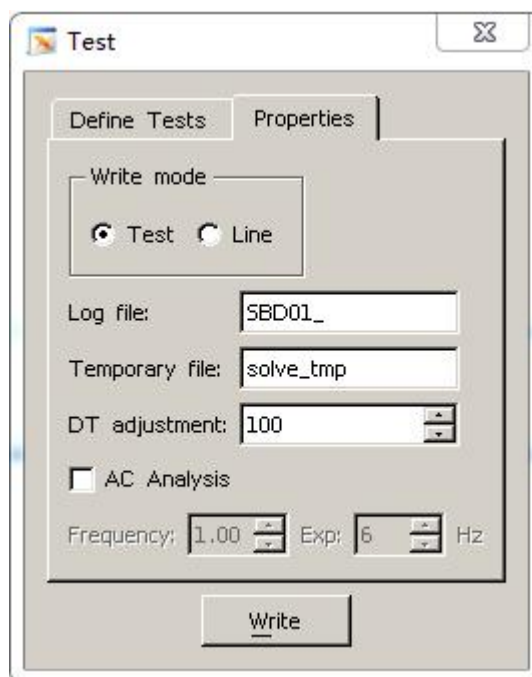

图 8
(1) 在 **Commands** 菜单中，依次选择 **Solutions** 和 **Solve...**项，**Deckbuild: Atlas Test** 菜单将会出现；单击 **Properties:** 在 **Log file** 栏中将文件名改为“SBD01\_”，如图 8 所示。